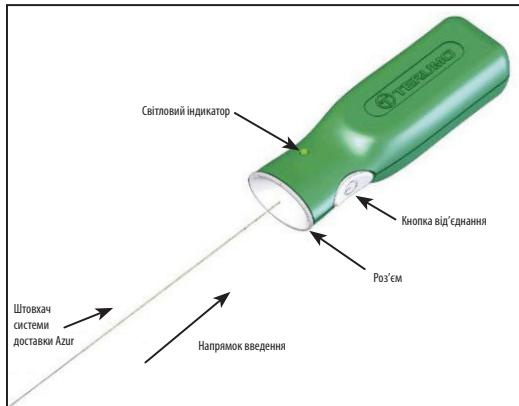

Рисунок 4. Контролер від'єднання системи Azur
- Відкрийте упаковку із судинним оклюдером Azur та вийміть муфту дозатора. Перед використанням пристрою виділіть клин із муфти дозатора. Зафіксуйте імплантат та інтродьюсер судинного оклюдера Azur, витягніть штовхач із муфти дозатора так, щоб оголити проксимальний кінець штовхача системи доставки. Будьте обережні, щоб не допустити контакції кінця штовхача зі сторонніми речовинами, як-то кров'ю або контрастною речовиною. Міцно вставте проксимальний кінець штовхача в роз'єм контролера від'єднання системи Azur. Дивіться рисунок 4. Поки що не натискайте кнопку від'єднання.
31. Під'єднайте проксимальний кінець штовхача до контролера від'єднання системи Azur, міцно вставивши проксимальний кінець у роз'єм контролера. Див. рисунок 4.